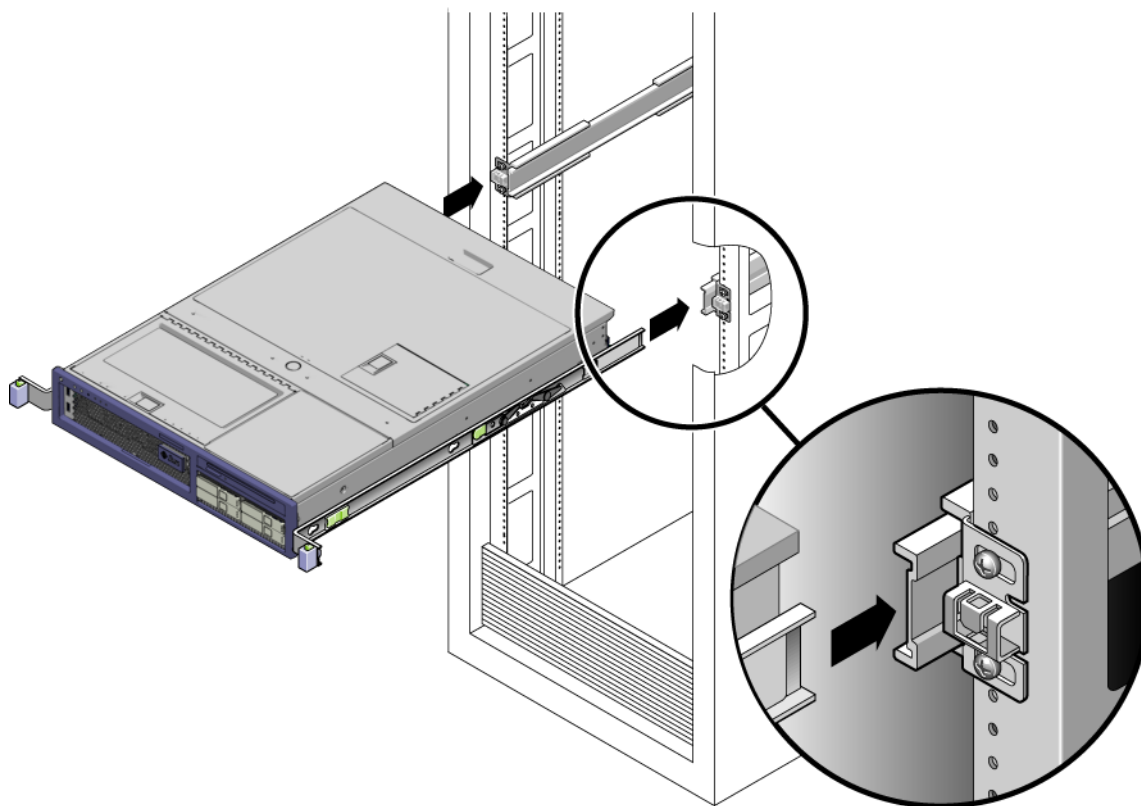

図 2-7 スライドレールへのシャーシの取り付け
10. 固定部品の端をスライドレールに挿入します (図 2-7)。